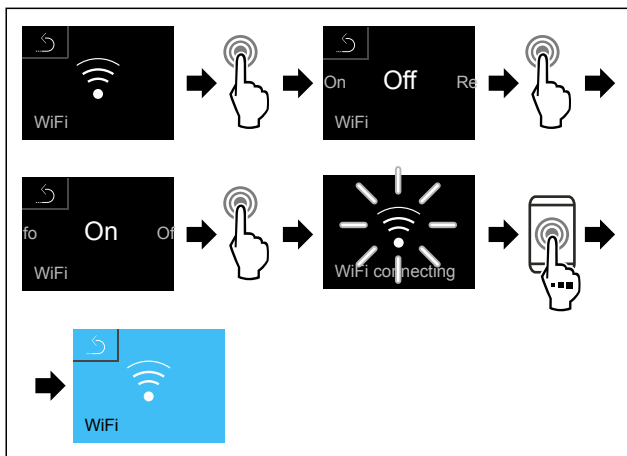

Fig. 96
- ▶ Eseguire i passaggi (vedere Fig. 96).